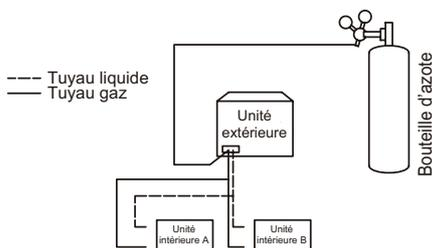

Fig.5.34
- Utilisez des bouchons borgnes pour bloquer toutes les ouvertures côté liquide (gaz), à l'exception de l'ouverture de l'unité intérieure qui est la plus éloignée des unités extérieures (« Unité intérieure A » sur la Fig.5.34).